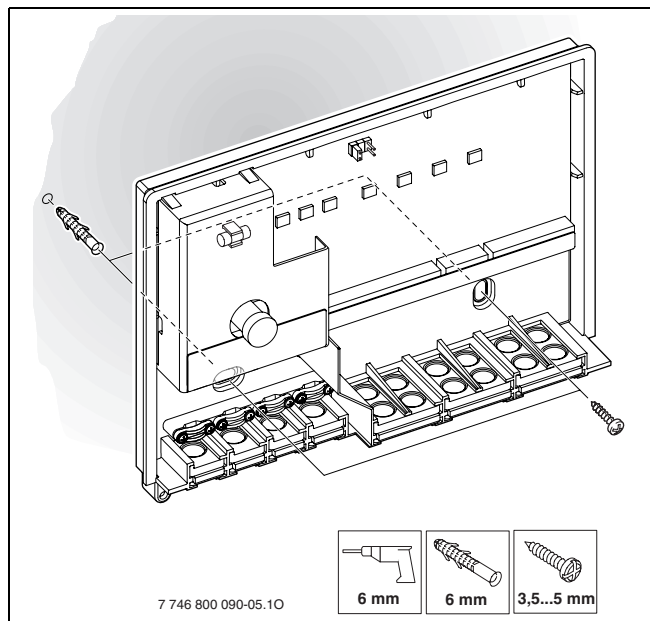

Fig. 9 Indsætning af dyvlen
- Bor hullerne med Ø 6 mm, og sæt dyvlerne i (→ fig. 9).